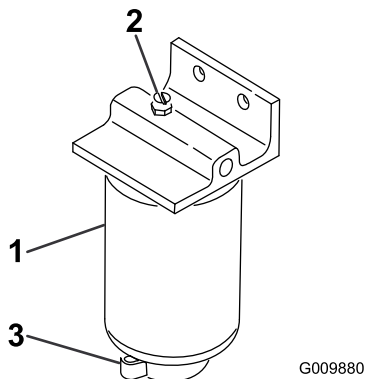

Bild 58
2. Lösen Sie das Ablassventil an der Unterseite der Filterglocke (Bild 58).
1. Reinigen Sie den Anbaubereich der Filterglocke (Bild 58).